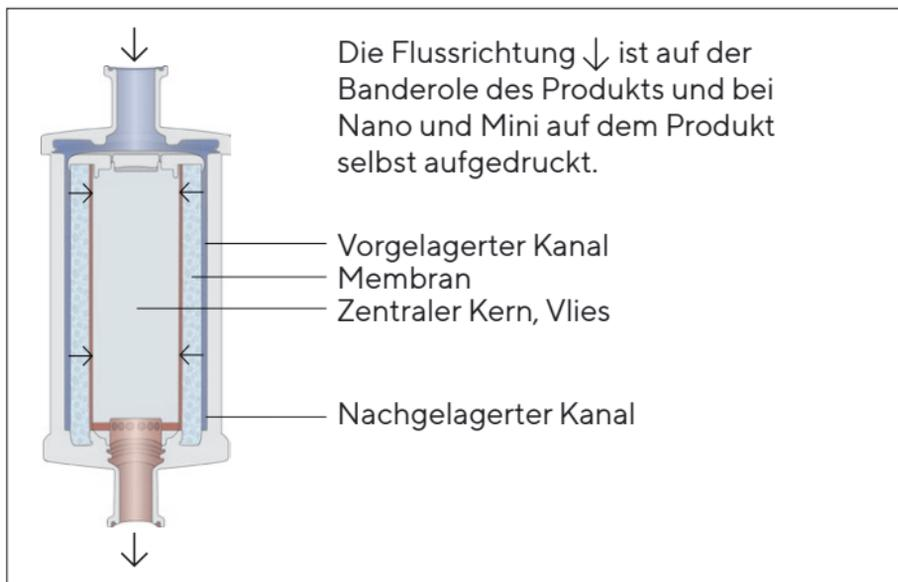

Abb. 2: Konstruktion und Strömungsweg in den Kapseln
- ▷ Der Flüssigkeitsstrom wird zum vorgelagerten Kanal geleitet (d. h. die Lösung tritt in das Produkt ein) und passiert die Membranschichten bis zum nachgelagerten Kanal und zum Auslass des Produkts (siehe Abb. 2).